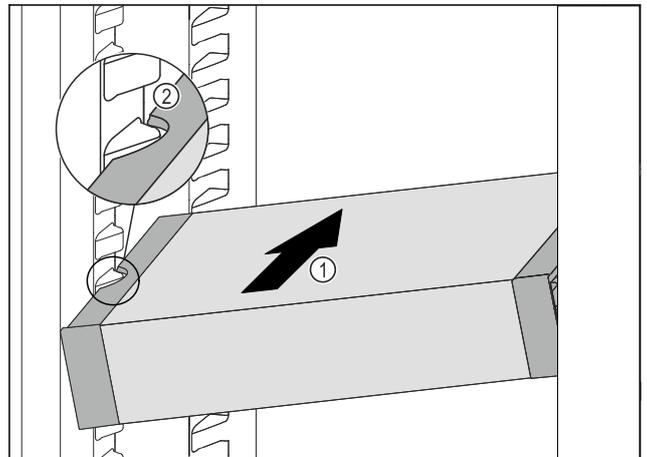

Fig. 96
- Inserire VarioSafe ad angolo nel vano frigorifero Fig. 96 (1), fino a quando le cavità laterali Fig. 96 (2) di VarioSafe non si trovano al livello della nervatura del contenitore nel vano frigorifero.